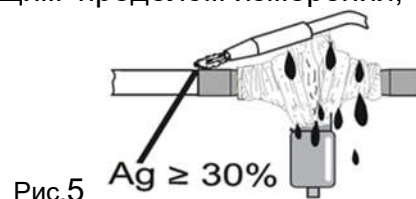

Рис.5
- Электронный регулирующий вентиль устанавливается согласно стрелке на корпусе, показывающей направление потока хладагента. Для лучшей его работы располагайте как можно ближе ко входу в испаритель. Для пайки меди со сталью применяйте припой с минимальным содержанием серебра **30%** и флюс. (см. Рис. 5). При пайке направляйте пламя от вентиля. Используйте мокрую ветошь или другой подходящий материал для защиты от перегрева (Рис.5).